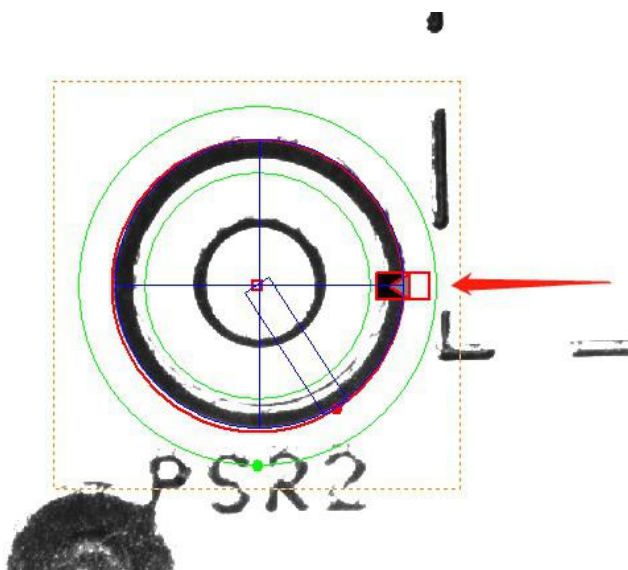

图 2-17
a. 圆形: 选择“圆形”工具 (弹出如下图 2-17 所示)